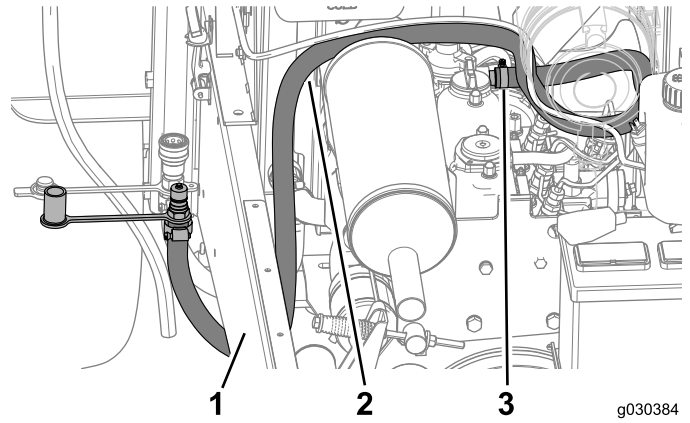

Figura 40
6. Insira o tubo por cima da extremidade estriada da união reta e prenda-o com a braçadeira de tubos (Figura 40).
7. Encaminhe o tubo comprido como se mostra na Figura 40.